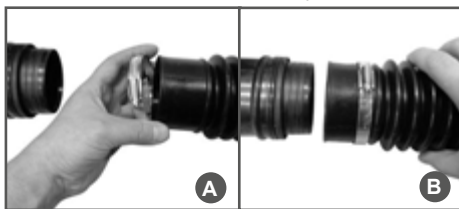

Рис. 3 Установка гибкой трубы
1. Наденьте на конец гибкой трубы с большим диаметром червячный хомут (Рис. 3А) и наденьте гибкую трубу с установленным хомутом на выходной патрубке корпуса опрыскивателя (Рис. 3В). Затяните хомут.